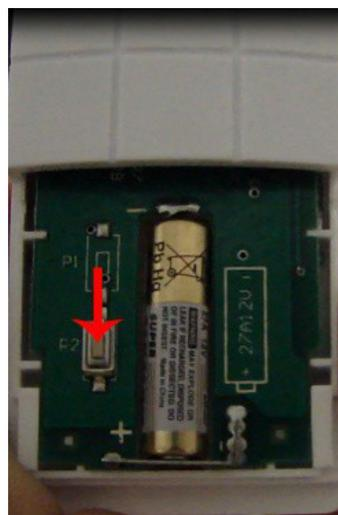

Bild 1
3. P2 Taste auf der Platine der Fernbedienung 2x drücken (Bild 1)